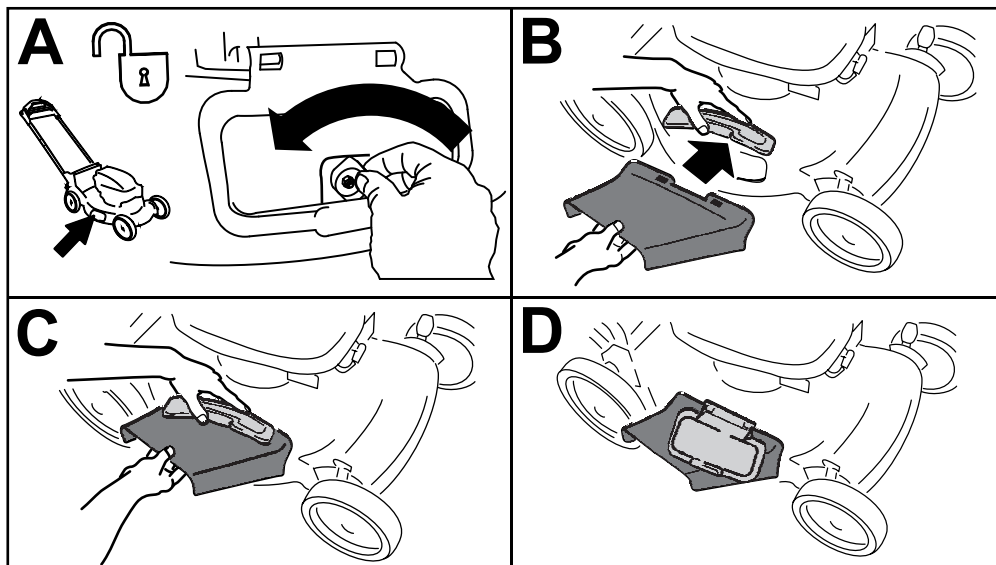

Figura 26
1. Desbloquee el deflector de descarga lateral (Figura 26, A).
2. Levante el deflector de descarga lateral (Figura 26, B).
3. Instale el conducto de descarga lateral y cierre el deflector sobre el conducto (Figura 26, B, C, y D).